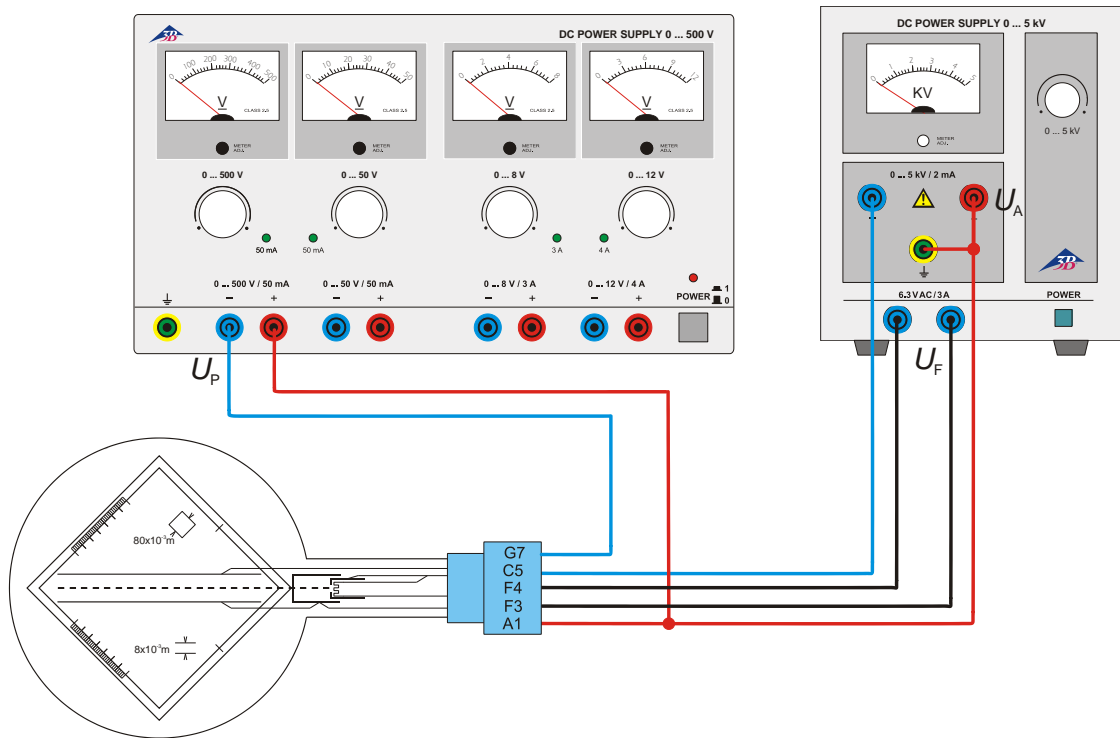

Fig. 3 Déviation électrique
- Procédez au câblage du tube comme le montre la figure 3.